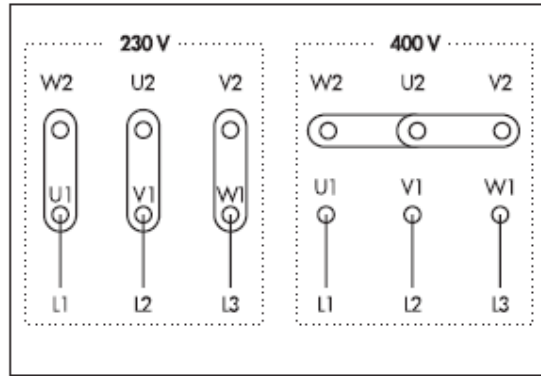

Abbildung 32 Positionierung der Balken im Motor-Anschlusskasten.
- Lösen Sie die M5 Bolzen und ändern Sie deren Position (Abbildung 32).